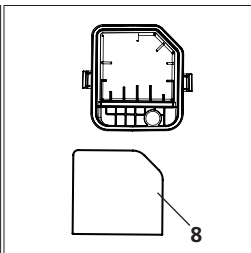

Fig. 24
2. Lave o filtro de ar (8) em água morna e sabão neutro ou solvente não inflamável [Fig. 24].